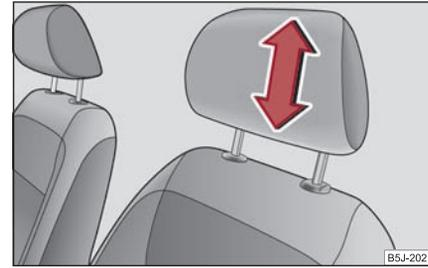

Abb. 61 Kopfstütze einstellen
- Fassen Sie die Kopfstütze seitlich mit beiden Händen an und schieben Sie die Kopfstütze in Achsrichtung der Metallführungsstangen, Pfeilrichtung ⇒ Abb. 61 nach oben oder unten. ▶